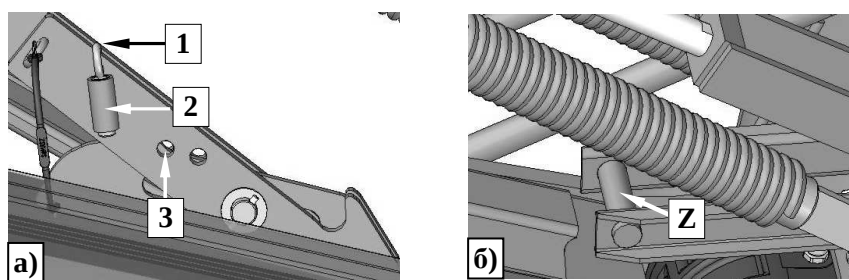

Рис. 9. а) 1 – стопор; 2 - втулка, 3 – отверстие на планке б) Z – механический фиксатор, удерживающий брус в транспортном положении
Перед отсоединением косилки от трактора в отверстие 3 на планке (**Рис. 9а**) вставить стопор 1 во избежание опускания навесного устройства. Если косилка соединена с трактором, следует вставить стопор во втулку 2, находящуюся на планке.
- ❑ снять предохранительный шкворень и вложить его до втулки (**Рис. 9а**),
- ❑ при помощи гидравлического севромотора поднять режущий брус в вертикальное положение, так чтобы заключилась защёлка **З** (**Рис. 10Рис. 9б**),